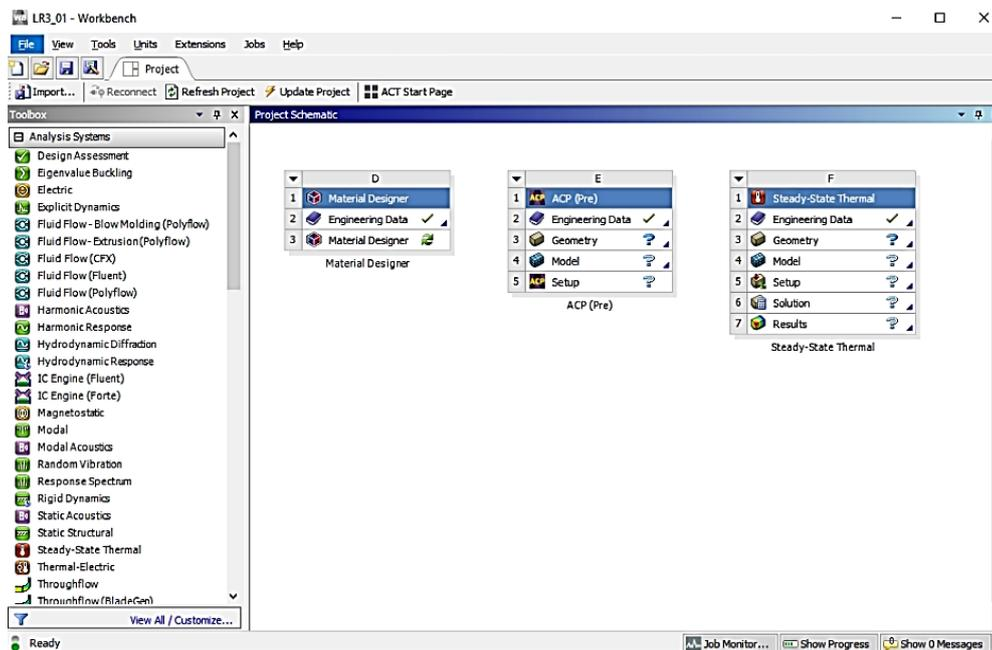

Рис. 3. Добавление модулей
1. Запускаем *ANSYS Workbench* и добавляем несколько модулей: *Material Designer*, *ACP (Pre)* и *Steady-State Thermal* (рис. 3).